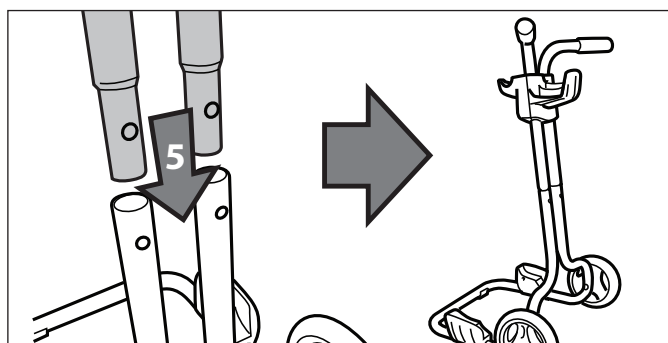

Figura 5. Instale las manijas
4. Inserte los tubos superiores (manijas) en los tubos de abajo en el carrito como se muestra en la Figura 5. Asegúrese de que los tubos superiores (manijas) se encuentran en la orientación correcta y alinee los orificios de los tornillos.